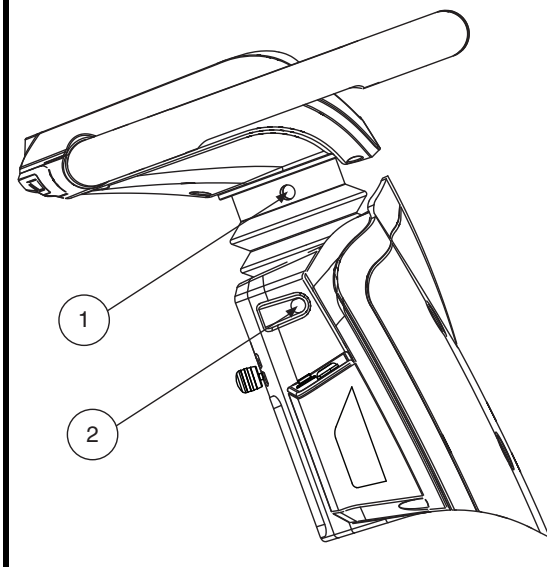

Figura 16. Ajustes de la altura del manillar/ángulo de la consola
1. Inserte una llave Allen de 5 mm en el orificio al costado del manillar y afloje el perno. Ver la figura 16.
1. Inserte una llave Allen de 6 mm en el orificio al costado del manillar y afloje el perno. **Ver la figura 16.**